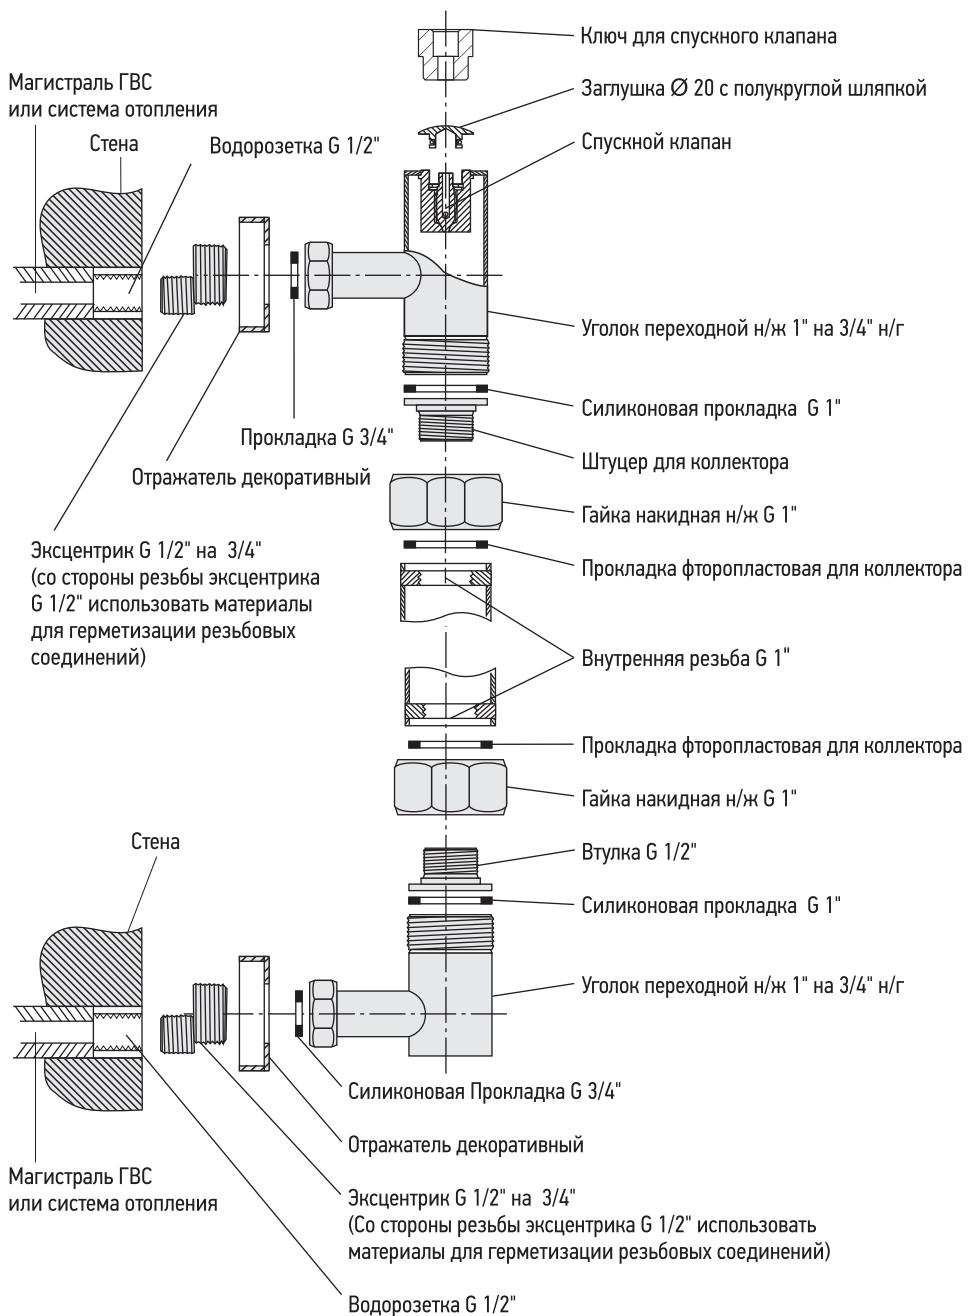

Рис. 2
Полотенцесушитель комплектуется согласно схеме монтажа (рис. 2):
6.5. Монтаж полотенцесушителя производить согласно схеме (рис. 2).
6.6. Для герметизации резьбовых соединений производитель комплектует изделие прокладками собственного изготовления (п. 5.5, п. 5.6, п. 5.7 и рис. 2).